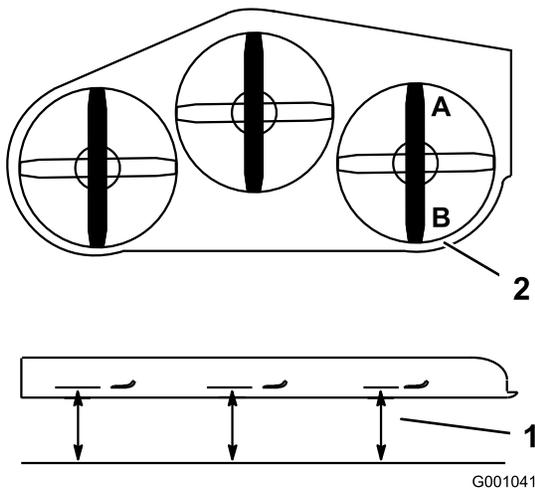
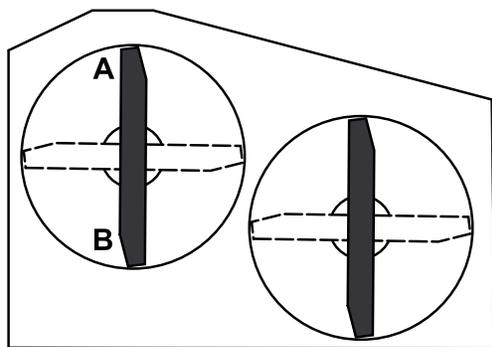

Figura 65
Figura 66
- Coloque una cuchilla en posición longitudinal. Mida en las posiciones **A** y **B** desde una superficie nivelada hasta el filo de corte de los extremos de la cuchilla (Figura 65 o Figura 66). Para carcasas de corte de 36 pulgadas, consulte la Figura 66.
4. Coloque las cuchillas en posición longitudinal. Mida en las posiciones **C** y **D** (Figura 65) desde una superficie nivelada hasta el filo de corte de las cuchillas.